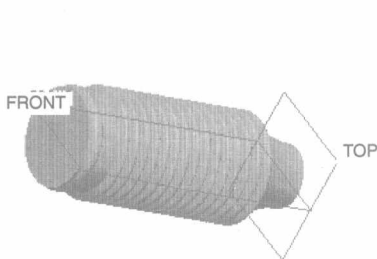
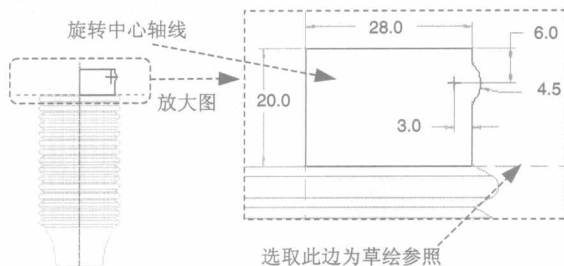

图 1.7 旋转 3
图 1.8 截面草图
(1) 在模型树中单击 Step3 中创建的旋转特征，再右击，从快捷菜单中选择**阵列(A)**命令。
(2) 选取阵列类型。在操控板的**选项**界面中选中 **一般** 单选按钮。
(3) 选择阵列控制方式，在操控板中选择以“方向”方式控制阵列。
(4) 给出增量（间距）、阵列个数。选取 TOP 基准平面，在操控板中输入阵列个数值 15，设置增量（间距）值 7.0，按回车键；再按回车键。
(5) 在操控板中单击“完成”按钮.
Step5. 创建图 1.7 所示的旋转特征——旋转 3。选择下拉菜单**插入(I)**  **旋转(R)** 命令；选取 FRONT 基准平面为草绘平面、TOP 基准平面为参照平面，方向为；旋转中心线和特征截面草图如图 1.8 所示；旋转类型为，旋转角度值为 360.0。